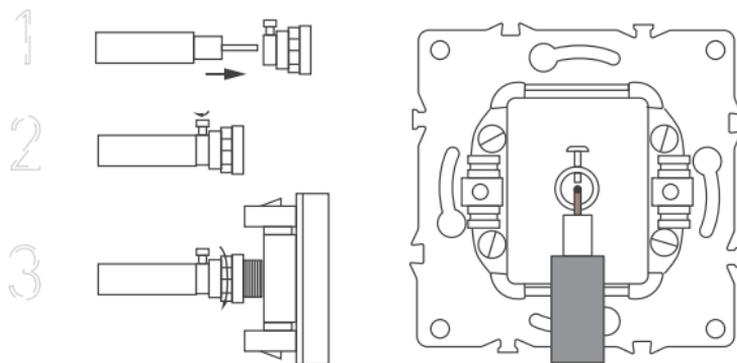

Рис. 2. Схема подключения
- 3.6. Вставьте центральную жилу коаксиального кабеля в зажимной контакт розетки (Рис. 2). Надежно зафиксируйте экран кабеля (оплетку и фольгу) в специальном зажиме или под прижимным винтом. Убедитесь, что экран и центральная жила не соприкасаются, чтобы избежать замыкания.